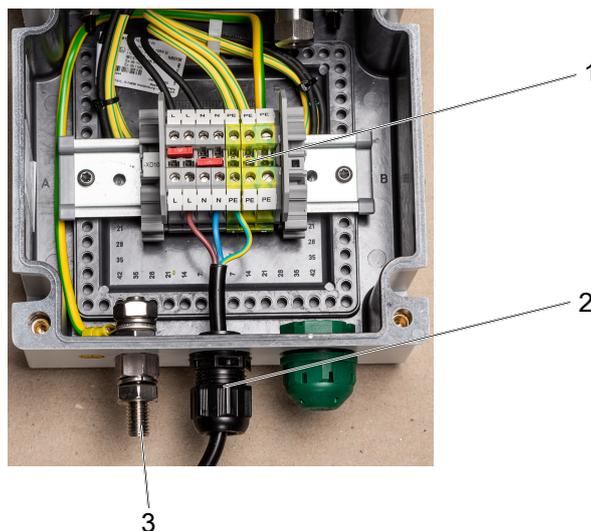

Fig. 9: Vista interna morsetti
1. Inserire il cavo di collegamento alla rete attraverso il raccordo a vite (2) nella morsetti.
3. Collegare il cavo di collegamento alla rete con i morsetti a vite indicati della morsetti (⇒ Fig. 9) .